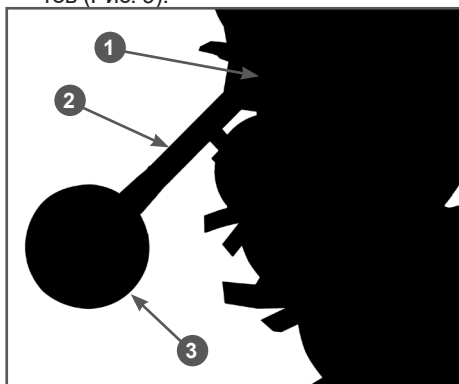

Рис. 9 Установка кронштейна с транспортировочным колесом
8. Установите кронштейн 2 с транспортировочным колесом 3 и закрепите его с помощью двух пальцев 1 и двух шплицтов (Рис. 9).